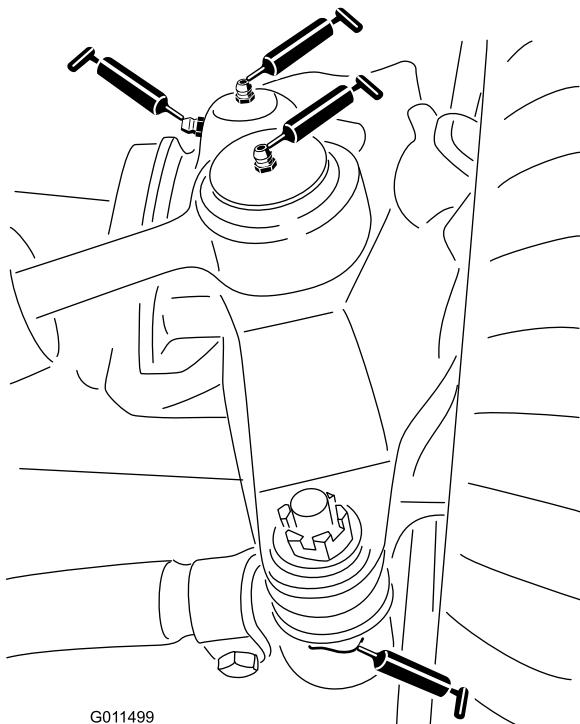

Figura 61
- Giunti sferici (2) del cilindro di sterzo (Figura 61)
- Giunti sferici (2) del tirante (Figura 61)
- Boccole (2) del perno del fuso a snodo (Figura 61).